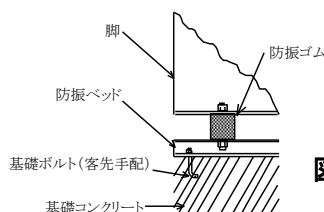
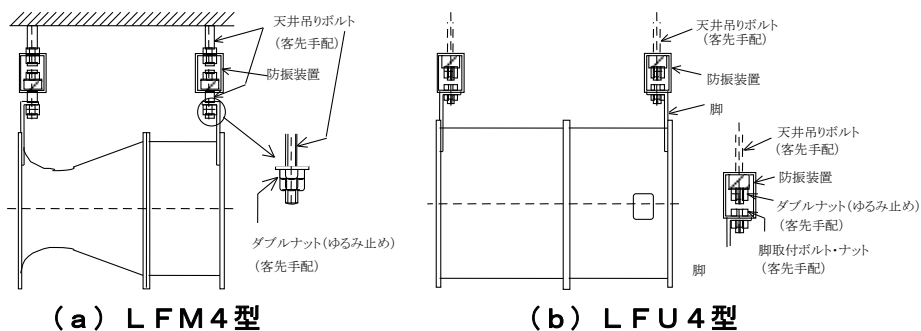
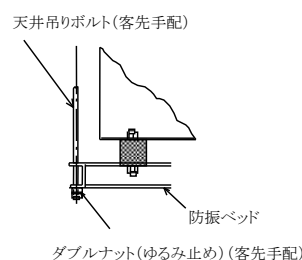

図3 床置型防振材取付部詳細図（例）
図4 天井吊り型（例）
図5 天井吊り型防振ゴム取付(例)
- ② 防振ベッドの下にはモルタルを流し、基礎と密着するように施工してください。（図3）
(2) 天井吊り型
- ① 天井にあらかじめ埋め込まれた吊りボルトにより、ファンのベッドを水平に、4本の吊りボルト全部に荷重がかかるように取付けてください。
- ② 吊りボルトは十分な強度のもの（ボルト自身および埋め込み状態とも）をご用意ください。
- ③ 据付け後、吊りボルトのナットはダブルナットとし、ゆるみ止めを必ず行ってください。（図4または図5）
(3) ストッパーボルト付の場合